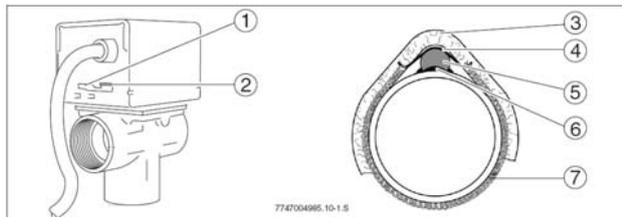
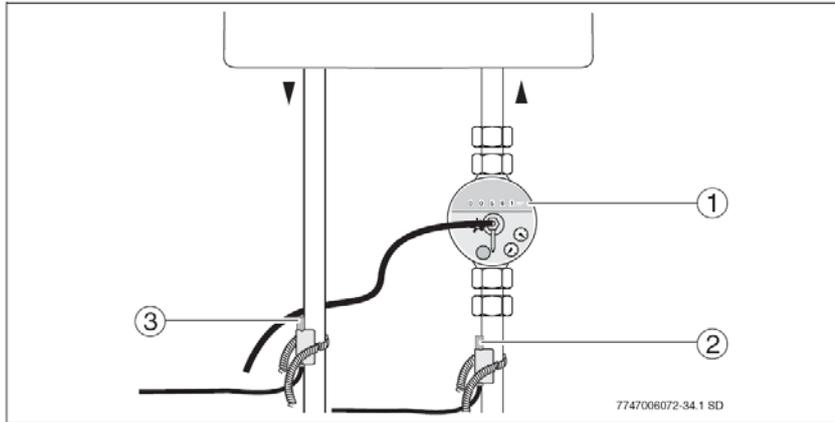

Рис. 5 Трёхходовой клапан (слева) и установленный температурный датчик (справа)
Рис.7 Монтаж блока измерения объёмного потока и температурного датчика
Устанавливайте рычажок в позицию «MAN» (manuel = ВРУЧНУЮ, → Рис. 5, Поз. 2), чтобы наполнить, развоздушить или опорожнить установку, а также как предохранительное положение при отсутствии напряжения в сети. В позиции «MAN» толкатель клапана находится в среднем положении. При этом обеспечивается равномерное течение потока в оба выходных штуцера.
- Для нормального режима работы устанавливайте рычажок в позицию «AUTO» (→ Рис. 5, Поз. 1).
- Температурный датчик S3 (→ Рис. 5, Поз. 5) устанавливается с применением теплопроводной пасты (→ Рис. 5, Поз. 6).
- Температурный датчик S3 с фиксирующей пластиной (→ Рис. 5, Поз. 4) и прижимной пружиной (→ Рис. 5, Поз. 7) монтируется на расстоянии ок. 20 см перед трёхходовым клапаном на трубе обратного трубопровода.
- Для температурного датчика S3 необходимо предусмотреть теплоизолирующее покрытие длиной не менее 20 см (→ Рис. 5, Поз. 3).
- Блок измерения объёмного потока интегрировать в обратный трубопровод гелиоконтра под гелиостанцией (Рис. 7, Поз. 1). При этом учитывать требования к соблюдению направления потока и монтажного положения (головка счётчика не должна быть повернута вниз).
- Прикрепить датчик температуры обратного трубопровода гелиоконтра (Рис. 7, Поз. 2). Крепление датчика температуры смотри на Стр. 12, Рис. 5.
- Прикрепить датчик температуры прямого трубопровода гелиоконтра (Рис. 7, Поз. 3). Крепление датчика температуры смотри на Стр. 12, Рис. 5.